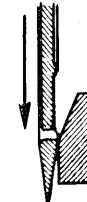

Fig. 9
- Controllare che quando l'ago e' tutto in basso il foro dello stesso si trovi nella condizione illustrata nella fig. 9: eventualmente regolarlo mediante le viti B.